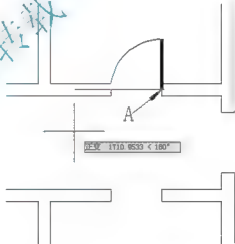

图 2.77 确定圆弧的长度
(12) 在**指定圆弧的端点或 [角度(A)/长度(L)]:** 提示下, 打开【正交】功能, 将光标水平向左拖动(如图 2.77 所示), 在任意位置单击, 确定逆时针绘制的 1/4 个圆弧。
(13) 按 Enter 键结束命令。